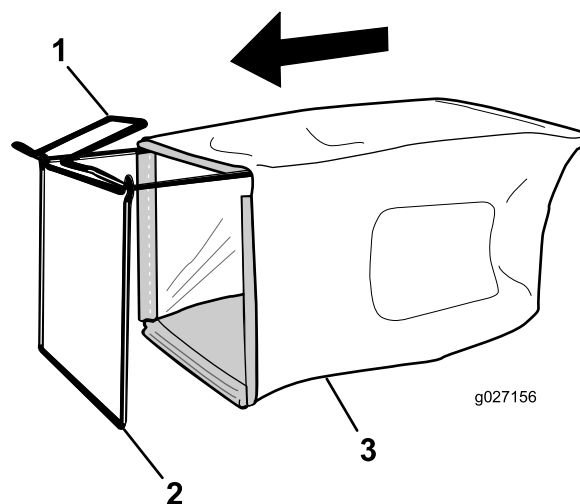

Figura 6
1. Deslize o saco de relva sobre estrutura como se mostra na Figura 6.
Nota: Não deslize o saco sobre a pega (Figura 6).